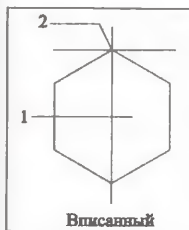

Рис. 501
- вписать его в окружность (рис. 501);